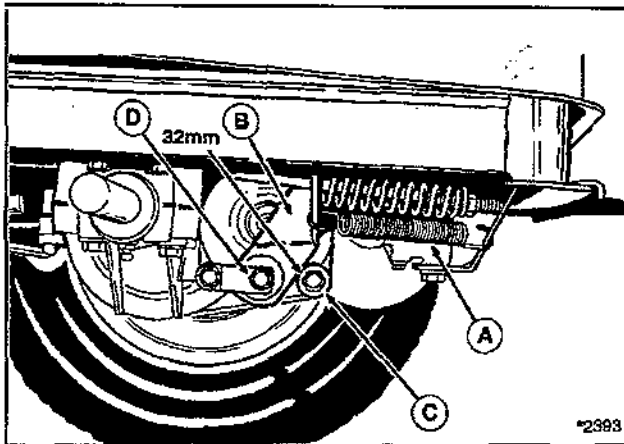

Figure 26 - Réglage du frein (modèle mécanique)
2. Relâcher la tension du ressort (A, figure 26).
3. Pousser la tringle du frein (B) vers l'avant. Sur les **modèles mécaniques**, il doit y avoir un espace de **3,15 mm** entre la tringle (B) et la rondelle (C). Sur les modeles hydro, il doit y avoir un **espace de 3,15 mm** entre la tringle (B) et la tringle d'arrêt du transaxle (localisé comme la rondelle montée sur la figure 26).
4. Pour régler l'écartement tourner l'écrou (D) dans le sens contraire des aiguilles d'une montre pour resserrer l'écrou et **réduire l'écartement**. Tourner l'écrou dans le sens contraire des aiguilles d'une montre pour desserrer l'écrou augmenter l'écartement.